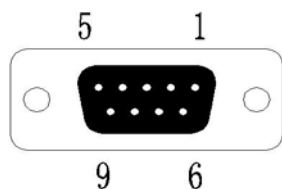

图 5-1
■TH 型 485 接口 DB-25 芯孔座，引脚序号如图 5-1：